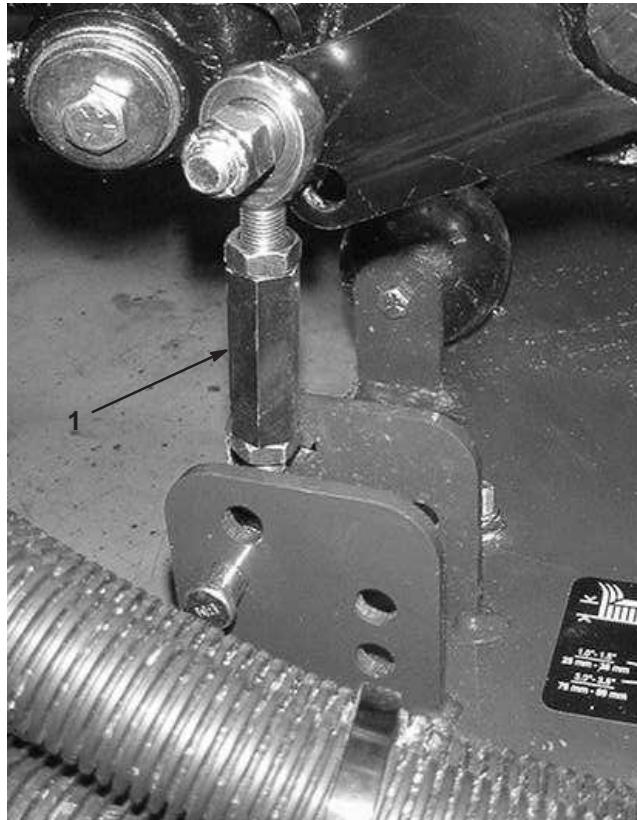
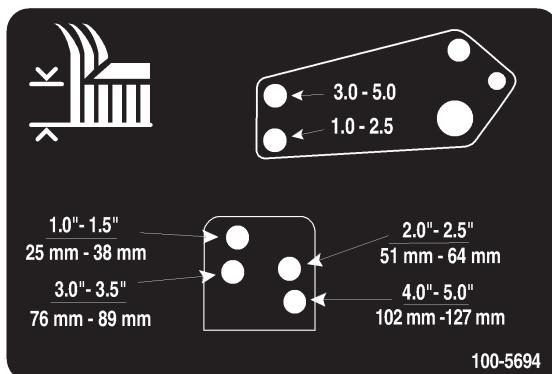

Bild 18
Bild 19
- Entfernen Sie die Splinte und Lastösenbolzen, mit denen die Stoßdämpferverbindungen an den Schneidwerkbügeln befestigt sind (Bild 18). Fluchten Sie die Stoßdämpferverbindungslöcher mit den ausgewählten Löchern im Schnithöheneinstellbügel am Schneidwerkrahmen ab (Bild 19), stecken die Lastösenbolzen ein und bringen die Splinte an.